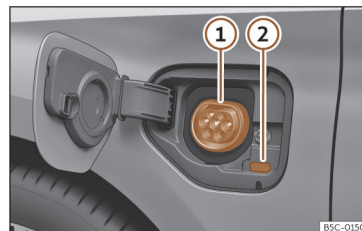

Fig. 205 În spatele capacului pentru încărcarea bateriei, în partea stânga față: Priză de încărcare
»» fig. 205
- Cu automobilul descuiat, capacul de încărcare a bateriei se deschide la apăsare»» fig. 205.